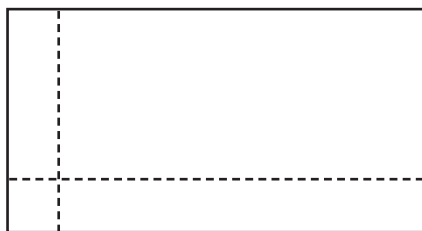

Fig. 4
1. Tracez des lignes sur toute la superficie à recouvrir (fig. 4).